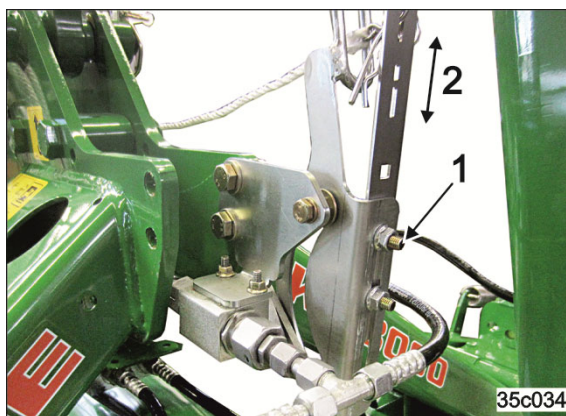

Рис. 133
1. Ослабьте гайки (Рис. 133/1).
2. Переместите крючок в требуемое положение (Рис. 133/2), чтобы был возможен подъем при работающем карданном вале.
3. Затяните гайки (Рис. 133/1).